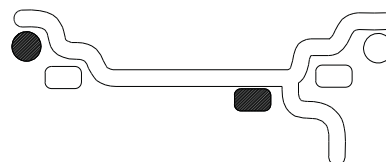

Figura 21
Ver (Figura 21). Al presionar el botón de selección de peso (9), los LEDs cambiarán a las selecciones predeterminadas de peso, tal y como se muestra. Equilibrado usando una combinación de pesos de martillo y adhesivos, tal y como muestra la Figura 21.